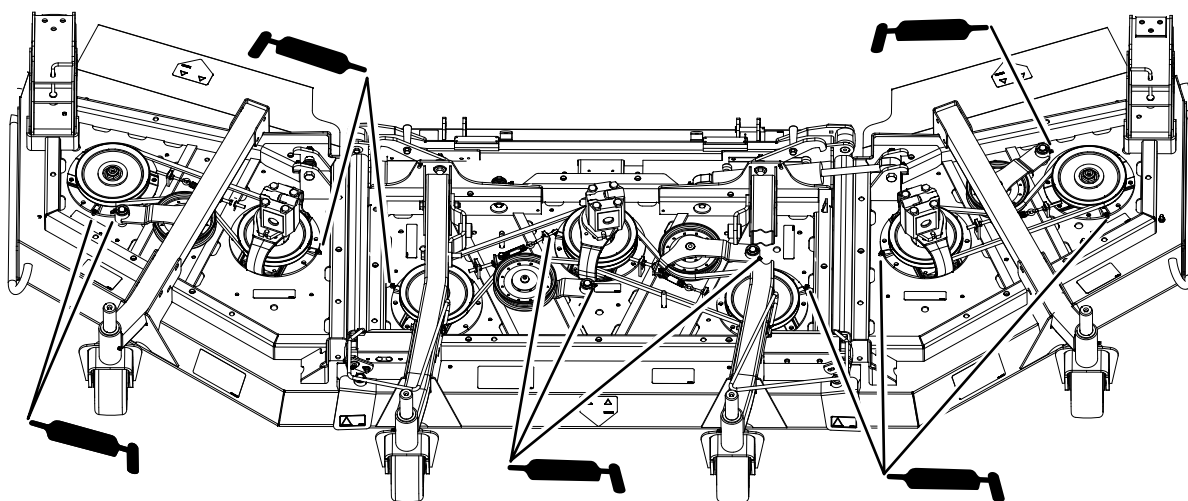

Figura 81
- 3 cuscinetti dell'asse del fusello – posizionati sotto la puleggia (Figura 81)
- 2 boccole orientabili del braccio di rinvio (Figura 81)